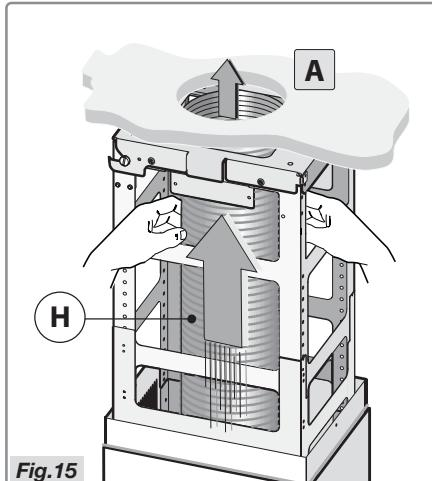

Fig.15
- Raccordez le tuyau **H** (non livré avec la hotte) à l'ouverture d'évacuation **A** (Fig.15).